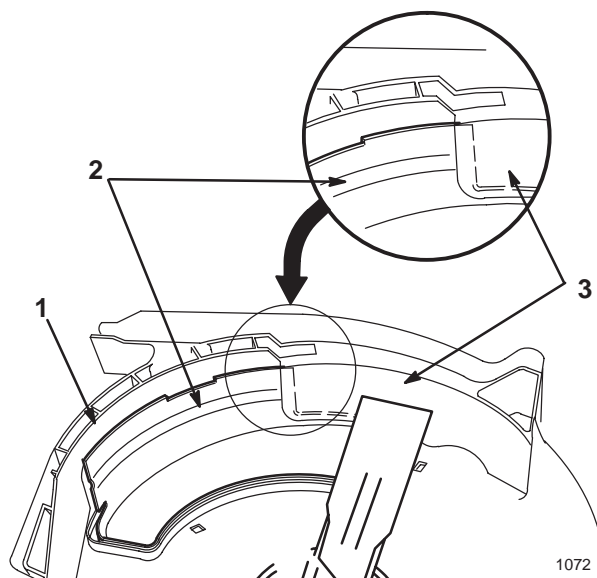

Figure 43
8. Vérifiez l'écartement entre les pointes de la lame et le déflecteur ; ils ne doivent pas se toucher (Fig. 43).
Remarque : Le déflecteur doit passer derrière le déflecteur de tondeuse avant et entre la lame et le garde-pieds, pour éviter tout contact avec la lame (Fig. 43).
Remarque : Le déflecteur de broyage doit passer derrière le déflecteur de tondeuse avant et entre la lame et le garde-pieds, pour éviter tout contact avec la lame (Fig. 43).
- Vérifiez l'écartement entre les pointes de la lame et le déflecteur ; ils ne doivent pas se toucher (Fig. 43).